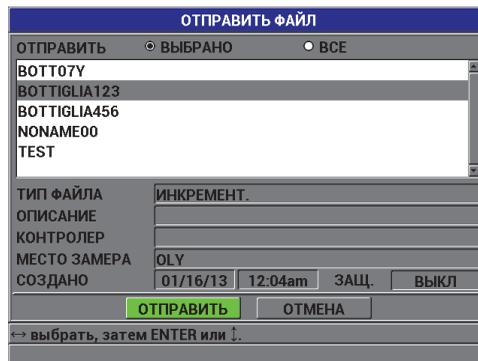

Рис. 8-4 Экран **ОТПРАВИТЬ ФАЙЛ**
3. В окне **ОТПРАВИТЬ ФАЙЛ** (см. Рис. 8-4 на стр. 152):